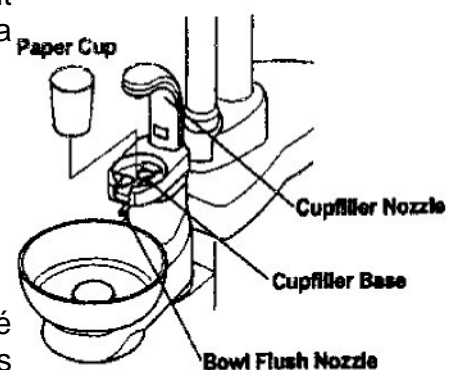

Fig.3-20 Sensor Cupfiller
(5) Jet de verre « sensor » (optionnel) (Fig.3-2 & Fig.3-20)